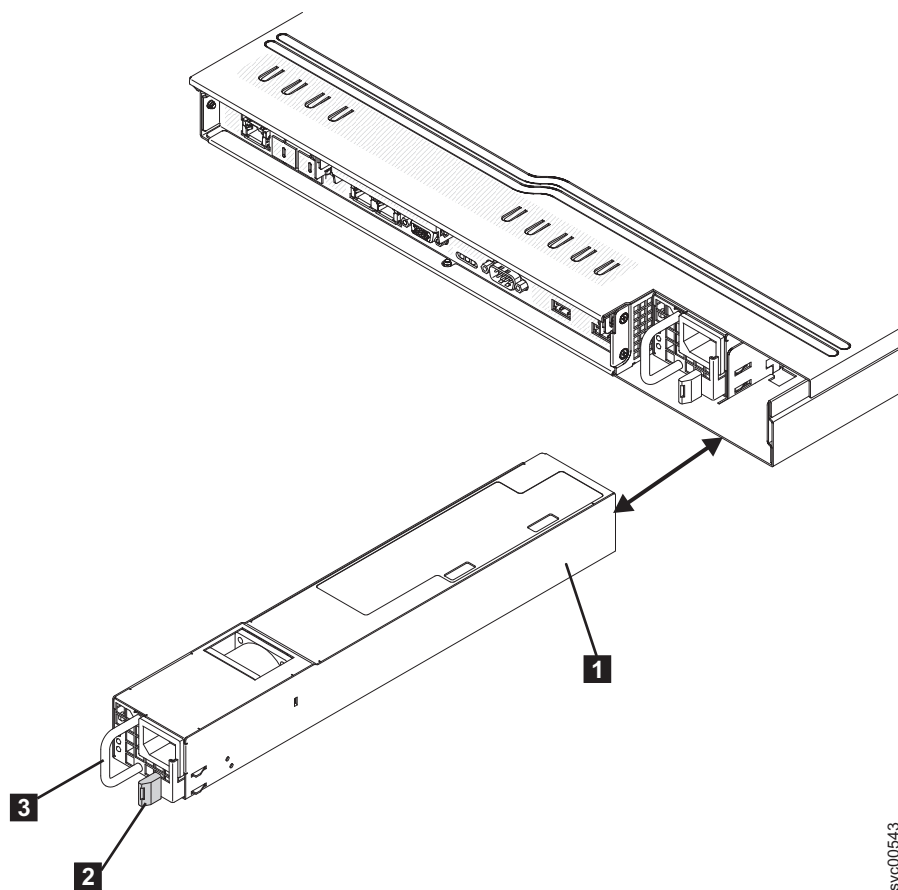

図 204. SAN ボリューム・コントローラー 2145-CG8 または 2145-CF8 電源機構
2. 269 ページの図 204 に示すように、電源機構の背面のハンドルをつかみます。所定の位置でカチッと音がするまで、電源機構をノードに向かって前方に完全にスライドさせます。電源機構が電源機構コネクタにしっかりと接続されたことを確認します。